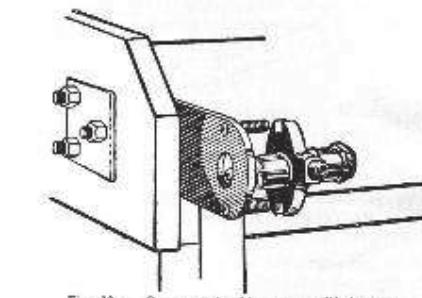

Fig. 32. — Support de démontage d'injecteur.
• Ne jamais serrer l'injecteur dans un état, mais utiliser le montage de la figure 32.